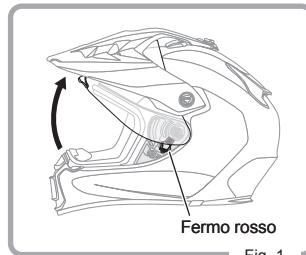

Fig. 1
1. Aprire completamente la visiera (Fig. 1)
1. Controllare la parte laterale del meccanismo della visiera (Fig. 1).